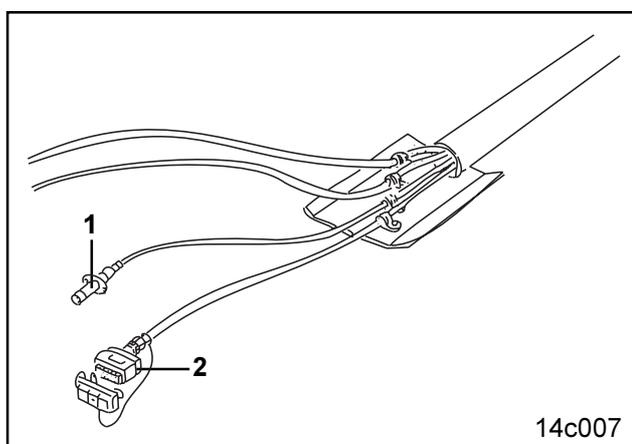

Fig. 5.9
- der Stecker (Fig. 5.9/1) für die Blinker am Sätank. Stecker (Fig. 5.9/1) in beiliegenden Adapter einstecken und Adapter in die Schleppersteckdose (für die Anhängerbeleuchtung) einstecken. Der Adapter hat zwei Anschlüsse. Befestigen Sie auch den Stecker der Säschienebeleuchtung am zweiten Adapteranschluss.
- der Stecker (Fig. 5.9/2) mit den Kabeln, die zu den AMADOS-Sensoren an der Säschiene führen. Stecker am Verteiler der Säschiene einstecken.